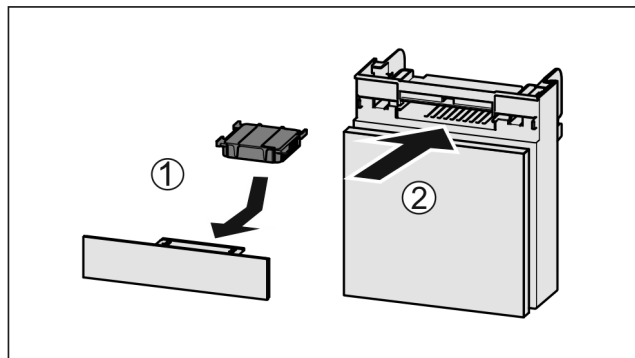

Fig. 139
- ▶ Umetnite filter s aktivnim ugljenom kao što je prikazano na slici Fig. 139 (1).
- ▶ Umetnite pretinac Fig. 139 (2).